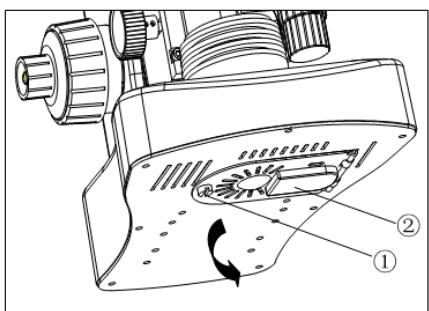

Fig.11
2.2.7 Instalación y reemplazo de la lámpara (Fig.11,12,13)